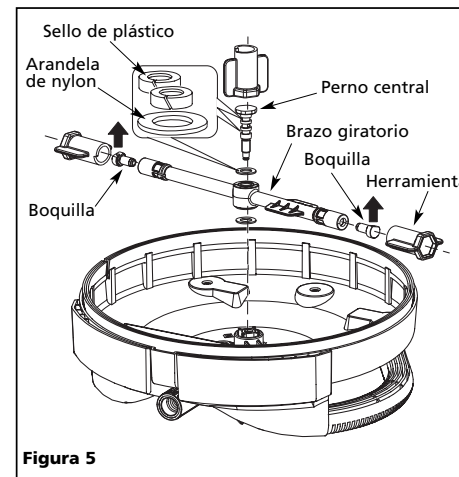

Figura 5
NOTA: Después de un uso reiterado o de daño, cambie los sellos de plástico y la arandela de nylon según sea necesario (vea la Figura 5). Se han incluido sellos y arandelas adicionales para su practicidad.
1. Con la herramienta que se proporciona, retire el perno central y el brazo giratorio como se muestra en la Figura 5.
2. Usando la misma herramienta, retire la boquilla de cada extremo del brazo giratorio como se muestra en la Figura 5.
4. Reemplace el brazo giratorio y el perno central. Ajuste el perno central usando la herramienta que se proporciona, como se muestra en la Figura 5.